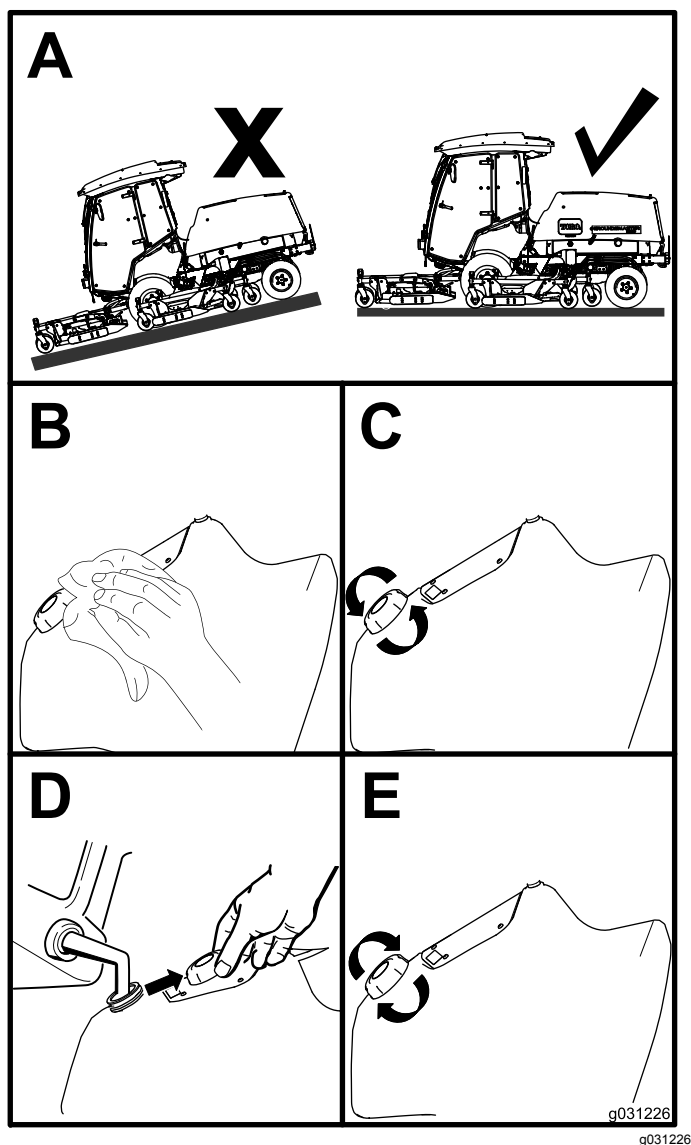

Figura 16
1. Estacione a máquina numa superfície plana (Figura 16).